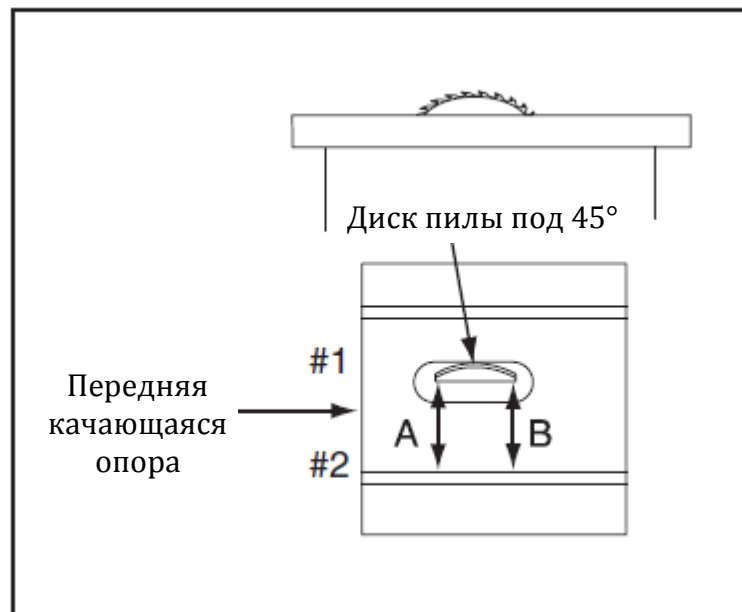

Рис. 72. Снятие регулировочных прокладок, схема А
- Если расстояние А больше расстояния В, снять одну прокладку с каждой стороны передней качающейся опоры (№1 и № 2, рис. 72).